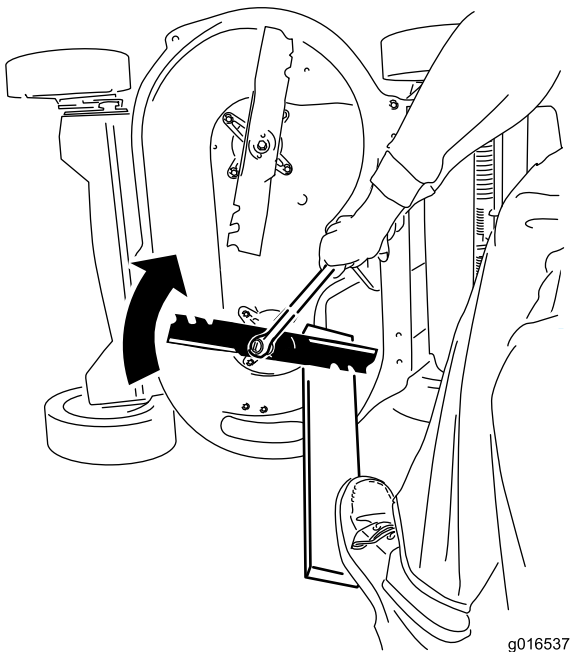

Figure 46
- Immobilisez chaque lame à l'aide d'une planche et tournez le boulon de lame dans le sens horaire au moyen d'une clé dynamométrique comme montré à la Figure 46; serrez le boulon de lame à 82 Nm (60 ft-lb).